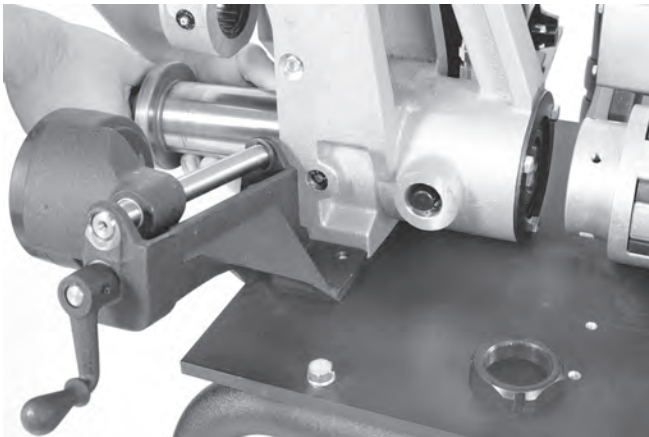

Abbildung 25 – Ausbau des Antriebswellenzusammenbaus
3. Entfernen Sie die Antriebswelle von der Vorderseite des Rollnutgeräts (Abbildung 25).